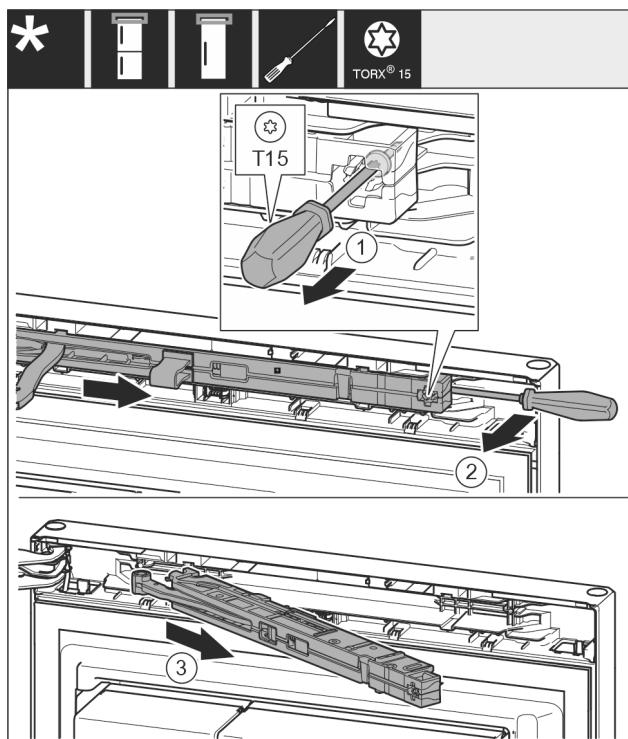

Fig. 8
- Λασκάρετε τη βίδα από τη μονάδα αποσβεστήρα κλεισίματος με κατσαβίδι T15 περ. 14 mm. Fig. 8 (1)
- Περάστε ένα κατσαβίδι από την πλευρά της λαβής πίσω από τη μονάδα αποσβεστήρα κλεισίματος και περιστρέψτε τη μονάδα προς τα εμπρός. Fig. 8 (2)
- Τραβήγτε έξω τη μονάδα αποσβεστήρα κλεισίματος. Fig. 8 (3)